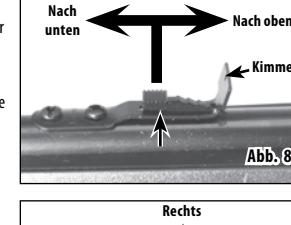

Abb. 8
- Die Kimme kann eingestellt werden, um höher oder tiefer zu schießen (Höhenstellung). Bewegen Sie den Kimmenheber nach hinten, damit das Geschoss das Ziel höher trifft. Bewegen Sie den Kimmenheber nach vorne, damit das Geschoss das Ziel niedriger trifft. Heben Sie die Kimme leicht an, wenn Sie den Heber bewegen, und lassen Sie sie in der gewünschten Kerbe am Heber einrasten. (Abb. 8)